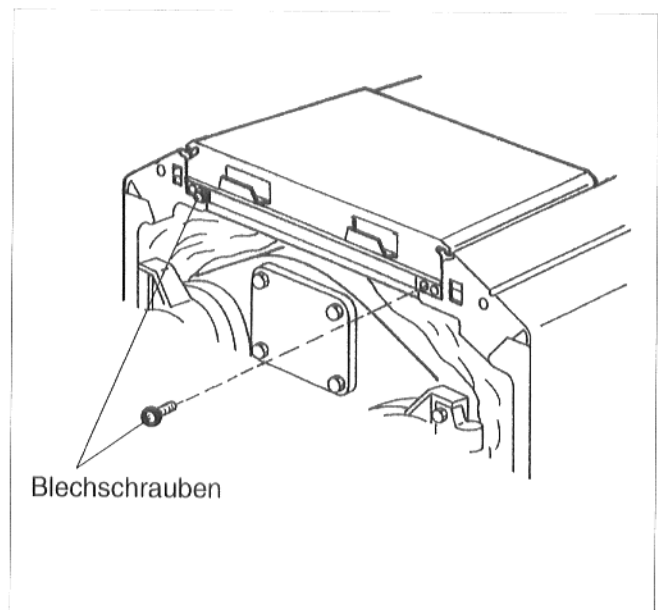

Abb. 24
- Vordere Kesselhaube von vorne mit zwei Blechschrauben an der Traverse anschrauben (Abb. 24).